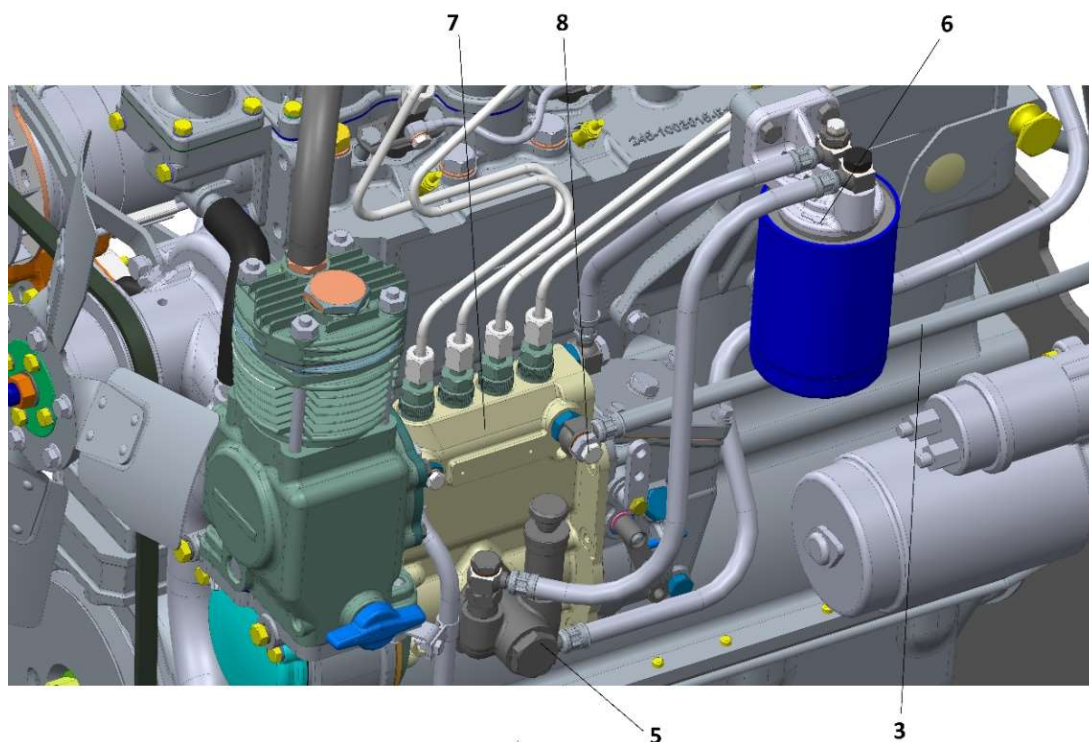
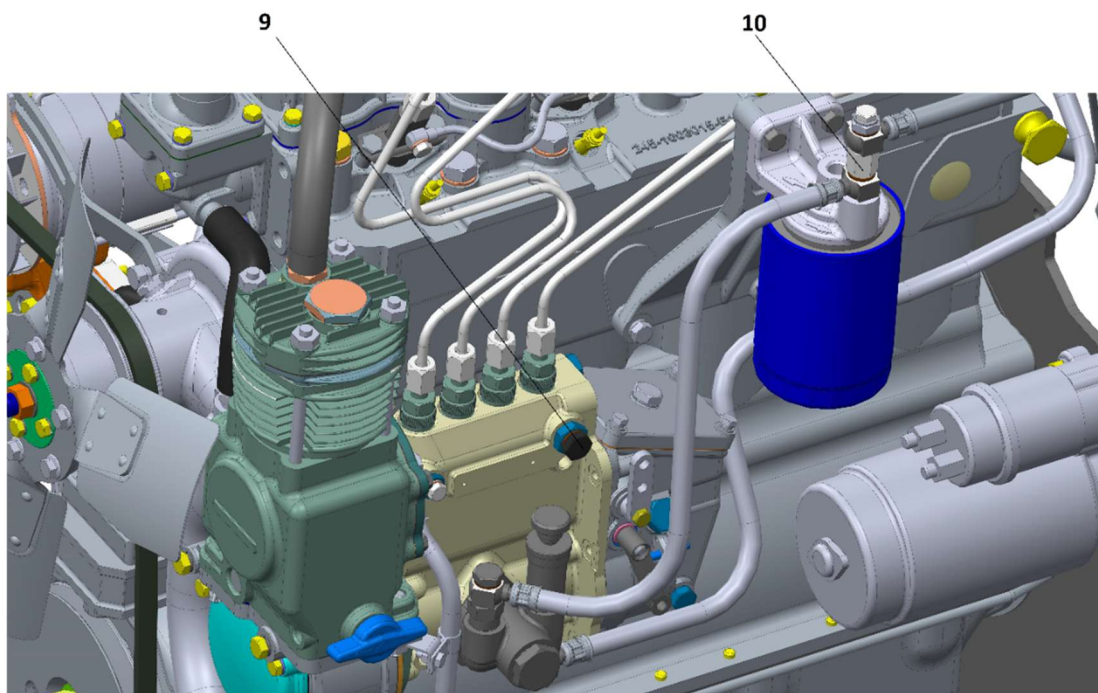
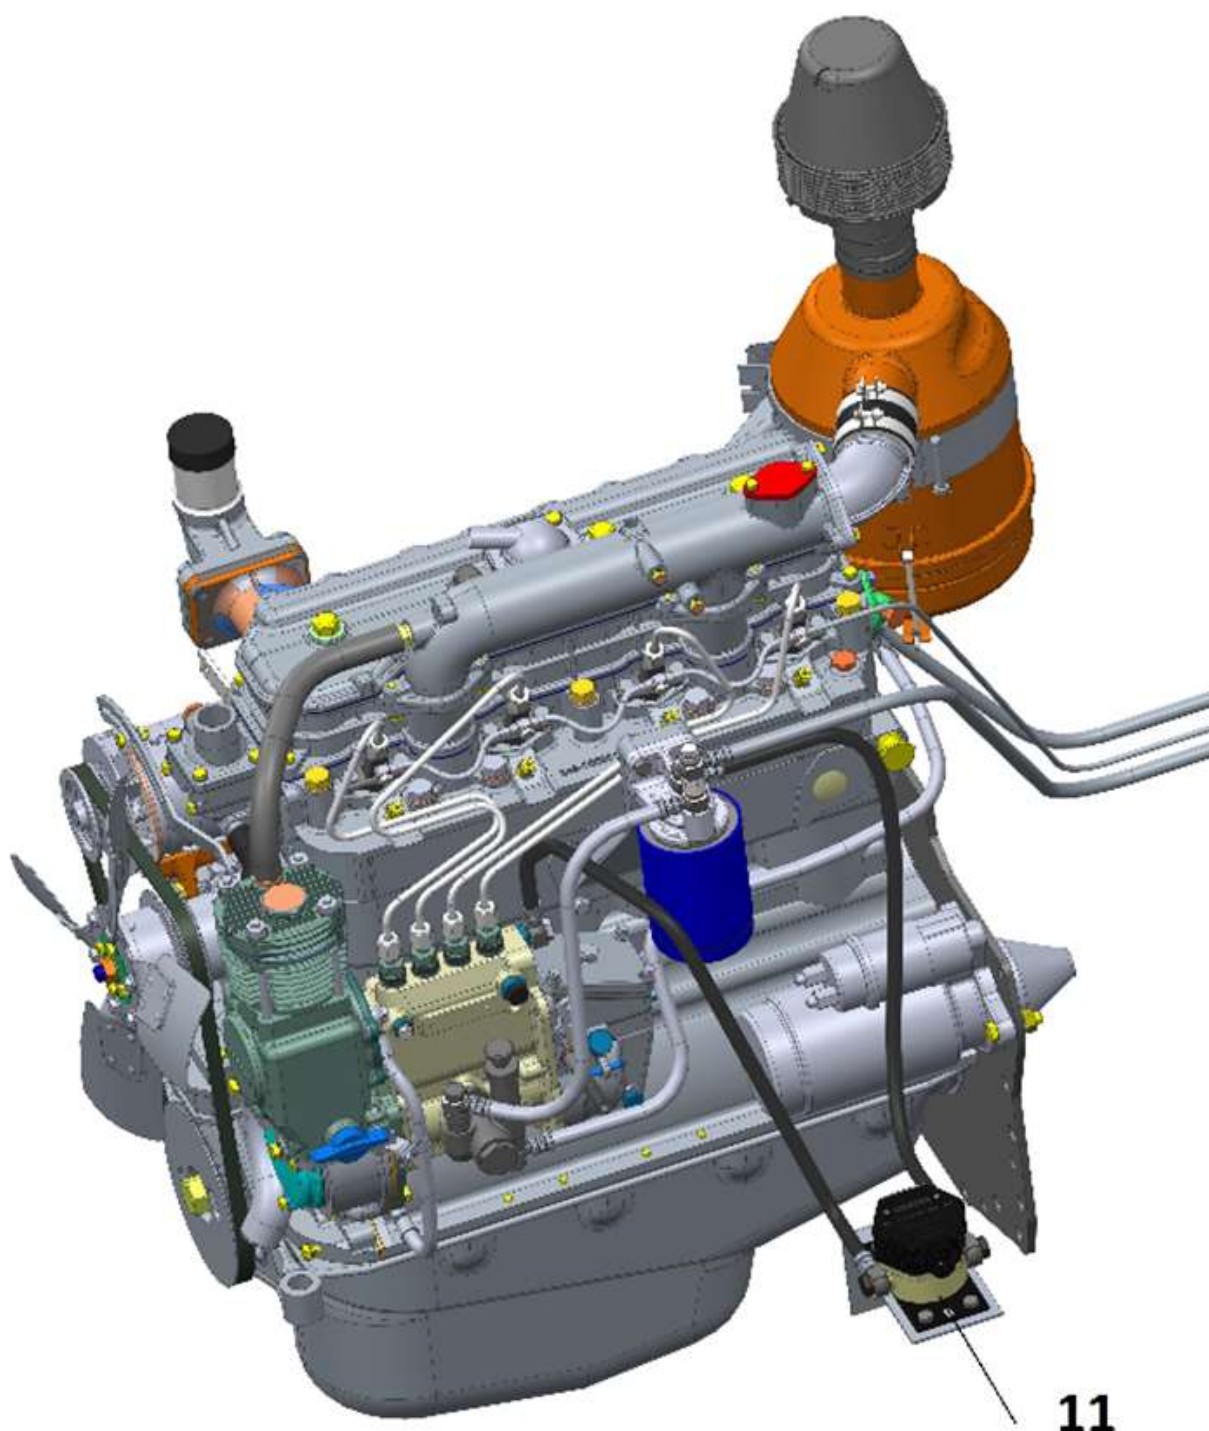

рис. 4.2. Исходная система топливоподачи Д243-Д245: 3 – магистраль возврата топлива в бак, 5 – ТННД, 6 – FTO, 7 – ТНВД, 8 – перепускной клапан
рис. 4.4. Перенос обратной магистрали: 9 – пробка резьбовая, 10 – штуцер соединительный M14x M14.
рис. 4.1. Подключение счетчика eurosens Direct (поз. 11).
Исходная топливная система приведена на рис. 4.1 и рис. 4.2.
рис. 4.1. Исходная система топливоподачи Д243-Д245: 1 – топливный бак, 2 – магистраль подачи топлива, 3 – магистраль возврата топлива в бак, 4 – обратка форсунок
- 2) Извлечь перепускной клапан 8 из ТНВД (рис. 4.2). Вместо перепускного клапана установить пробку из монтажного комплекта (рис. 4.4).
- 5) Выход счетчика соединить со входом ТНВД. (рис. 4.1). Направление потока топлива указано стрелками на корпусе счетчика.